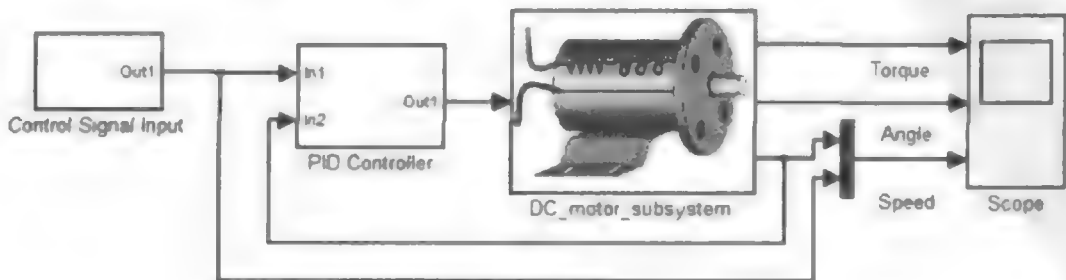

图 9.4.6 创建 PID 子系统
(2) 将 Sum 和 PID 模块创建为一个子系统,对应需求中的 PID 控制器,如图 9.4.6 所示。